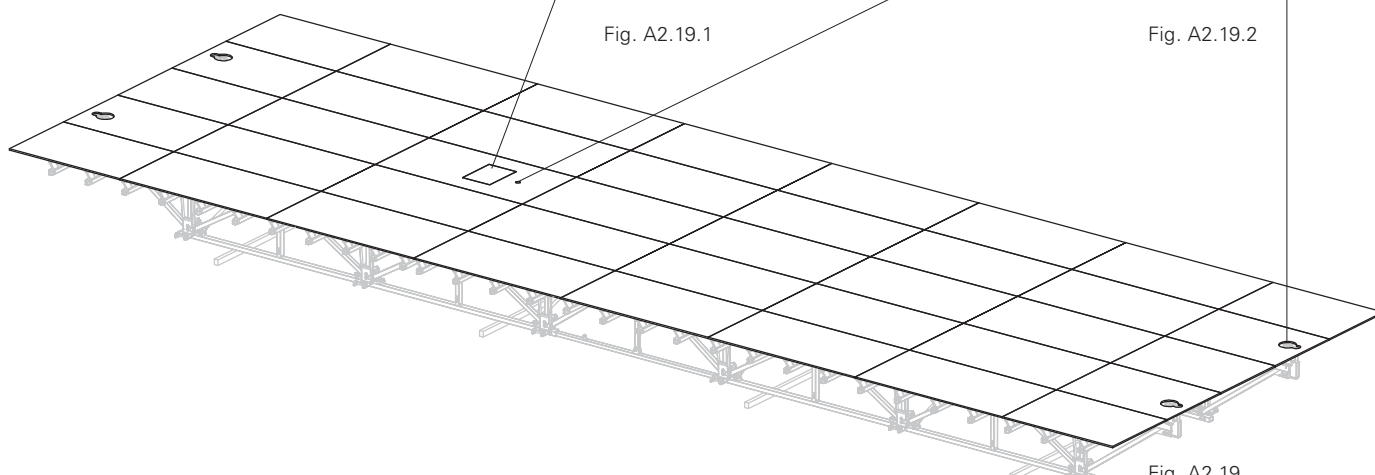

Fig. A2.19
- Placez les feuilles de contreplaqué (14) de manière à ce que les joints soient positionnés sur une poutrelle. (Fig. A2.19)